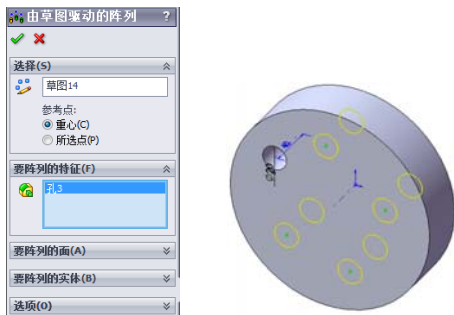

图 5-21 预览阵列效果
8. 单击[要阵列的特征]栏中图标右侧的显示框，然后在特征管理器设计树或图形区域中选择要阵列的特征。此时在图形区域中可以预览阵列的效果，如图 5-21 所示。